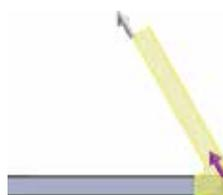

图 5.27 与折弯相切
-  (与折弯相切) 单选项：用于把钣金折弯添加在折弯相切处，如图 5.27 所示。